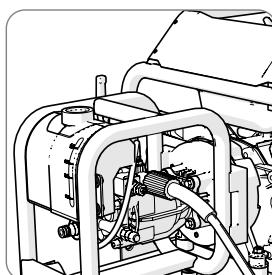

Fig 3
- Spingere il tubo nella relativa sede. (**Fig. 3**)